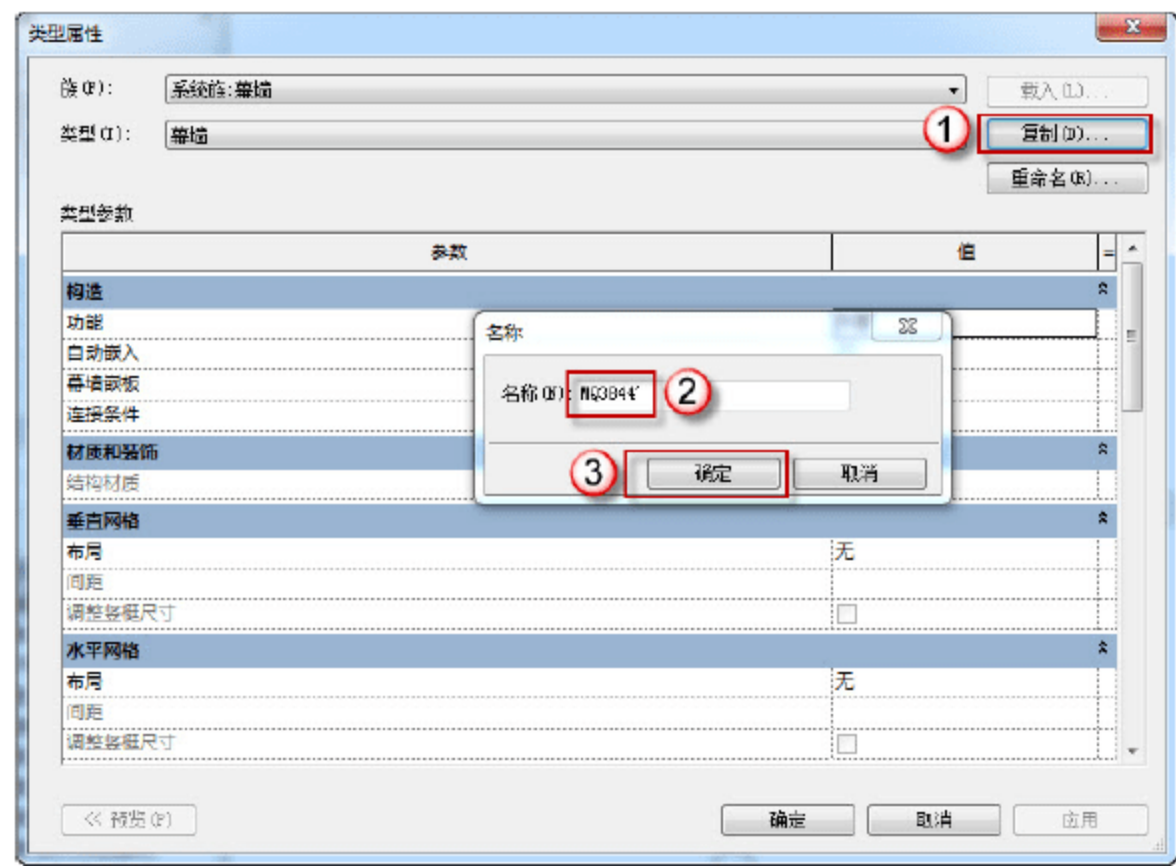
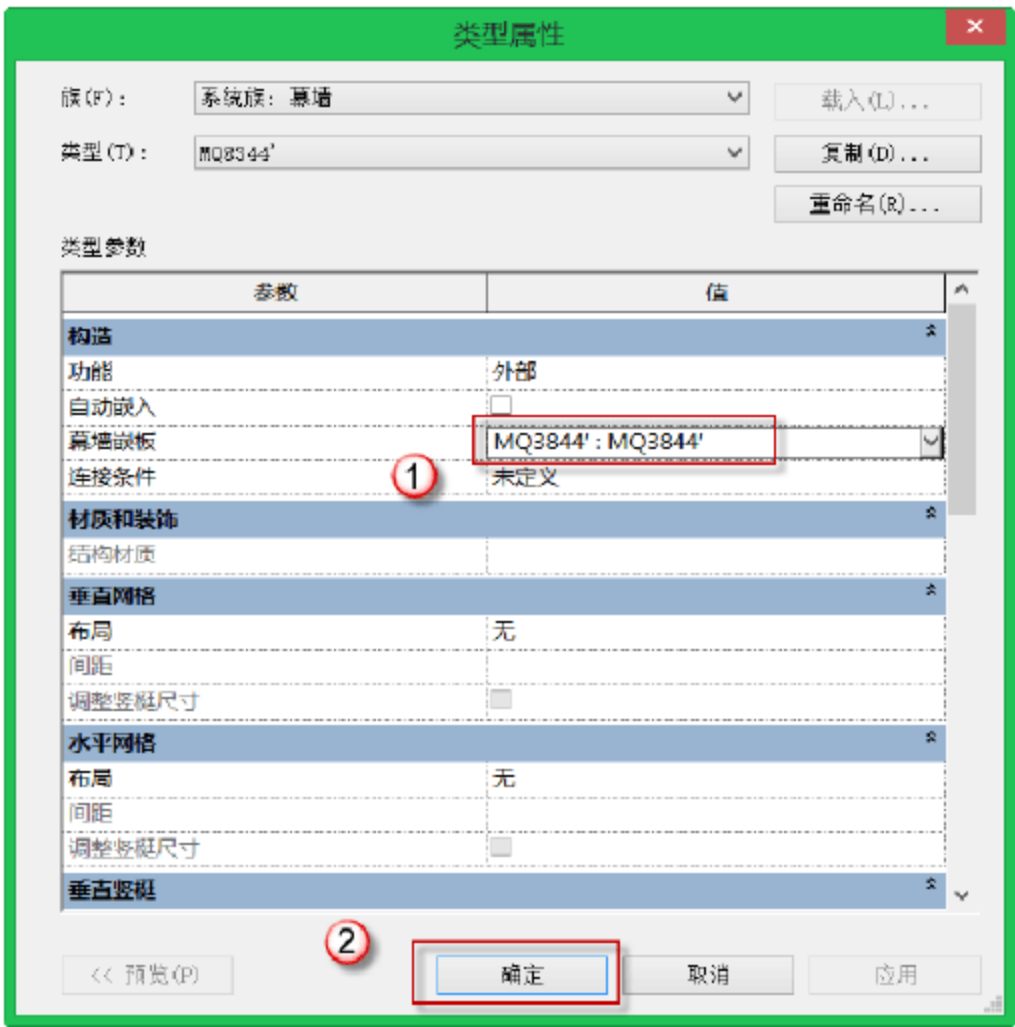

图 10.3.7 复制“MQ3844”族
图 10.3.8 设置“MQ3844”幕墙嵌板
(4) 设定“MQ3844”族类型。选择“建筑”→“墙”→“幕墙”命令，单击“编辑类型”按钮，弹出“类型属性”对话框，单击“复制”按钮，在弹出的对话框中将幕墙名称改为“MQ3844”，最后单击“确定”按钮，如图 10.3.7 所示。在“类型属性”对话框中单击幕墙嵌板参数右边值的单元格下拉按钮，选择“MQ3844”，完成后单击“确定”按钮，如图 10.3.8 所示，这样就完成了“MQ3844”族类型的设定。